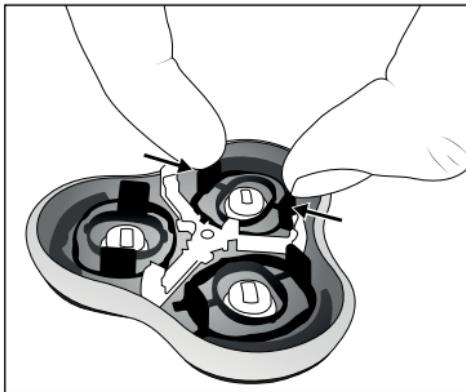

Fig. 3
- 2) Comprimere le due lingue sporgenti e sganciare i supporti neri delle testine di taglio dai blocchi (vedere fig. 3). Ora si possono rimuovere le testine di taglio e le lame.